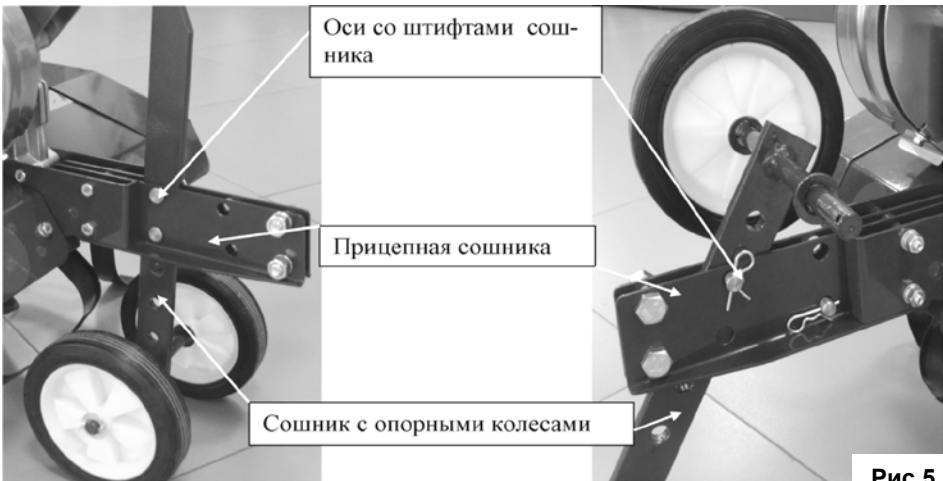

Рис.5
6. Установите сошник с опорными колесами вниз. Зафиксируйте его на прицепной сошника посредством двух осей со штифтами (рис.5).